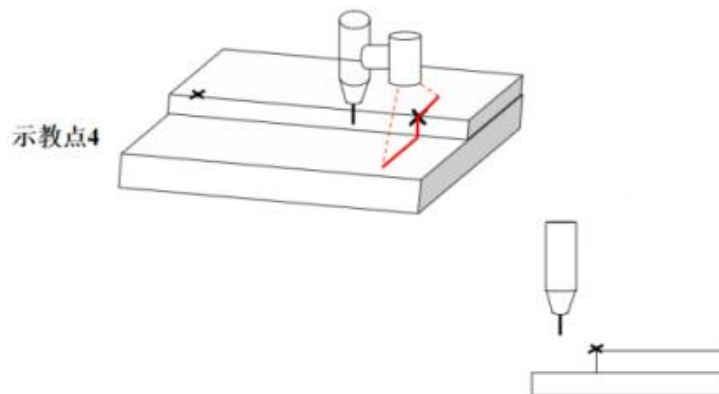

图 3-54 激光器十点法标定姿态 4
(3) 移动机器人且只移动 X、Y、Z 使得激光线与参考点 2 重合，激光线的中心位于焊缝结合线的左侧，且 TCP 末端不在焊缝的结合线上，记录示教点 4，如图 3-54 所示。